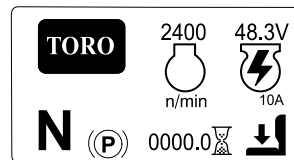

Figura 20
- **Schermata delle informazioni principali (Figura 20):** mostra le informazioni correnti sulla macchina mentre la chiave è in posizione di ACCENSIONE.